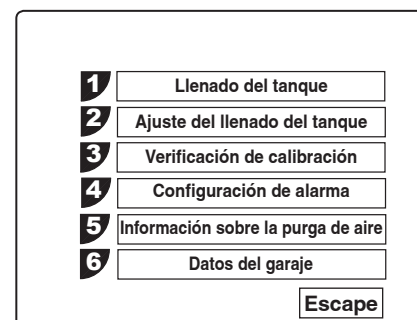

Figura 13
1. Seleccione **TANK FILL ADJUSTMENT** (Ajuste del llenado del tanque) en el menú Configuración. Consulte la Figura 13.